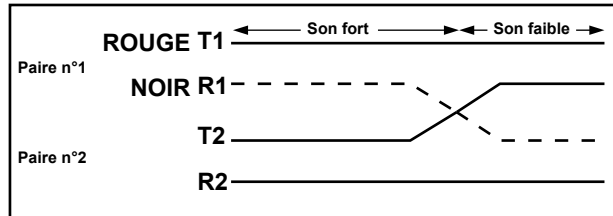

Figure 4 Clip rouge raccordé au fil "A" de la paire 1, clip noir au fil "B" de la paire 1.
* Dès que le récepteur détecte une cassure (Figure 4), la puissance des signaux audio et numérique augmente brusquement.